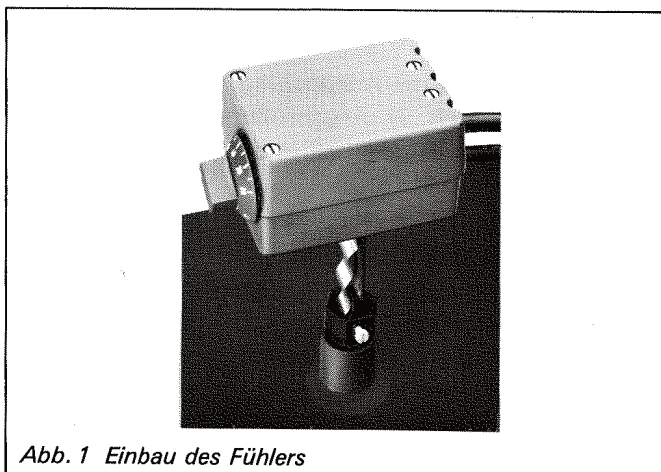

Abb. 1 Einbau des Fühlers
6	(Montage an der später zugänglichen Kaminseite vornehmen). 2. Kapillarrohrfühler mit Ankopplungsfeder in Tauchhülse schieben (Abb. 1). Anschließend das Gehäuse mit der in dem Hülsenrand befindlichen Arretierschraube befestigen.
2. Kapillarrohrfühler mit Ankopplungsfeder in Tauchhülse schieben (Abb. 1). Anschließend das Gehäuse mit der in dem Hülsenrand befindlichen Arretierschraube befestigen.